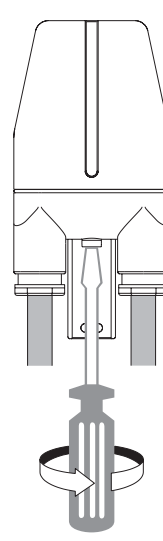

fig. 7
- Fixer la calotte en serrant la vis imperdable qui se trouve dans la partie inférieure de la base. Serrer la vis jusqu'à ce que la calotte appuie sur la garniture garantissant ainsi la fermeture hermétique (fig. 7).